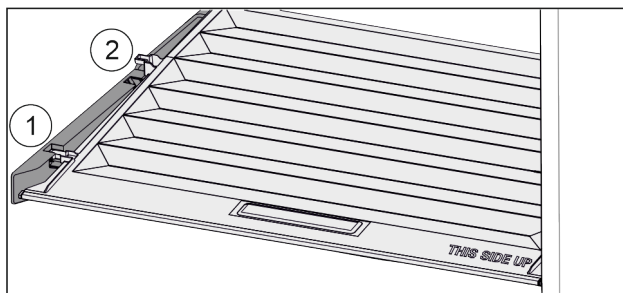

Fig. 25
- ▶ Pokrov povlecite naprej Fig. 25 (1) do odprtine v držalnih delih.
- ▶ Zadaj ga od spodaj dvignite in odstranite Fig. 25 (2) navzgor.